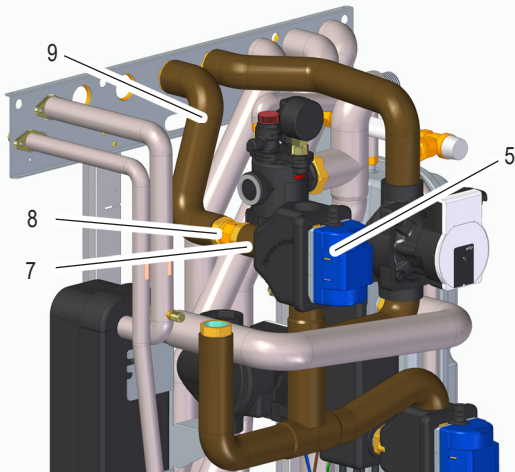

fig. 5
**ITALIANO** - Posizionare nell'ordine indicato: valvola 3 vie (ID=5 Tab. 1 / fig. 5) con il suo guscio isolante (ID=6 Tab. 1), tubazione (ID=7 Tab. 1 / fig. 5), valvola non ritorno (ID=8 Tab. 1 / fig. 5) e tubazione (ID=9 Tab. 1 / fig. 5). Fissare quest'ultima alla staffa posteriore attacchi idraulici mediante apposita ghiera (ID=13 Tab. 1).
**ENGLISH** - Position in the order indicated: 3-way valve (ID = 5 Tab. 1 / fig. 5) with its insulating shell (ID = 6 Tab. 1), piping (ID = 7 Tab. 1 / fig. 5), check valve (ID = 8 Tab. 1 / fig. 5) and piping (ID = 9 Tab. 1 / fig. 5). Secure the latter to the rear hydraulic connection bracket using a special ring nut (ID = 13 Tab. 1).
**ESPAÑOL** - Coloque en el orden indicado: válvula de 3 vías (ID=5 Tab. 1 / fig. 5) con su carcasa aislante (ID=6 Tab. 1), tubería (ID=7 Tab. 1 / fig. 5), válvula de no retorno (ID=8 Tab. 1 / fig. 5) y tubería (ID=9 Tab. 1 / fig. 5). Fije esta última al estribo posterior de los empalmes hidráulicos mediante la virola correspondiente (ID=13 Tab. 1).
**PORTUGUÊS** mPosicione, na ordem indicada: a válvula de 3 vias (ID=5 Tab. 1 / fig. 5) com seu invólucro isolante (ID=6 Tab. 1), a tubagem (ID=7 Tab. 1 / fig. 5), a válvula de não retorno (ID=8 Tab. 1 / fig. 5) e a tubagem (ID=9 Tab. 1 / fig. 5). Fixe esta última à braçadeira posterior dos engates hidráulicos por meio do casquilho correspondente (ID=13 Tab. 1).
Positionner dans l'ordre indiqué : vanne 3 voies (ID=5 Tab. 1 / fig. 5) avec son boîtier d'isolation (ID=6 Tab. 1), tuyau (ID=7 Tab. 1 / fig. 5), clapet anti-retour (ID=8 Tab. 1 / fig. 5) et tuyau (ID=9 Tab. 1 / fig. 5). Fixer ce dernier au support arrière des raccords hydrauliques par l'intermédiaire de la bague dédiée (ID=13 Tab. 1).
Zainstalować we wskazanej kolejności: zawór trójdrożny (ID=5 Tab. 1 / rys. 5) z obudową izolacyjną (ID=6 Tab. 1), przewód (ID=7 Tab. 1 / rys. 5), zawór zwrotny (ID=8 Tab. 1 / rys. 5) i przewód (ID=9 Tab. 1 / rys. 5). Ostatni przewód zamocować na tylnym uchwycie złącz hydraulicznych za pomocą odpowiedniego pierścienia (ID=13 Tab. 1).
Poziciononi në rendin e treguar: valvula 3 rrugëshe (ID=5 Tab. 1 / fig. 5) me shtresën izoluese (ID=6 Tab. 1), tuboja (ID=7 Tab. 1 / fig. 5), valvula me kthim (ID=8 Tab. 1 / fig. 5) dhe tuboja (ID=9 Tab. 1 / fig. 5). Fiksojeni këtë të fundit me kapësen e pasme të pikave të fiksimit hidraulik përmes kyçit të posaçëm (ID=13 Tab. 1).
Поставете в посочения ред: 3-пътния клапан (ID=5 Tab. 1 / fig. 5) с неговата изолационна обвивка (ID=6 Tab. 1), тръба (ID=7 Tab. 1 / fig. 5), възвратен клапан (ID=8 Tab. 1 / fig. 5) и тръба (ID=9 Tab. 1 / fig. 5). Фиксирайте я към задната скоба на хидравличните окачвания, посредством специална шайба (ID=13 Tab. 1).
Poziționați în ordinea indicată: vana cu 3 căi (ID=5 Tab. 1 / fig. 5) cu mantaua sa de izolare (ID=6 Tab. 1), conducta (ID=7 Tab. 1 / fig. 5), vana antiretur (ID=8 Tab. 1 / fig. 5) și conducta (ID=9 Tab. 1 / fig. 5). Fixați-o pe aceasta din urmă pe cadrul posterior cu racorduri hidraulice cu ajutorul inelului special prevăzut (ID=13 Tab. 1).